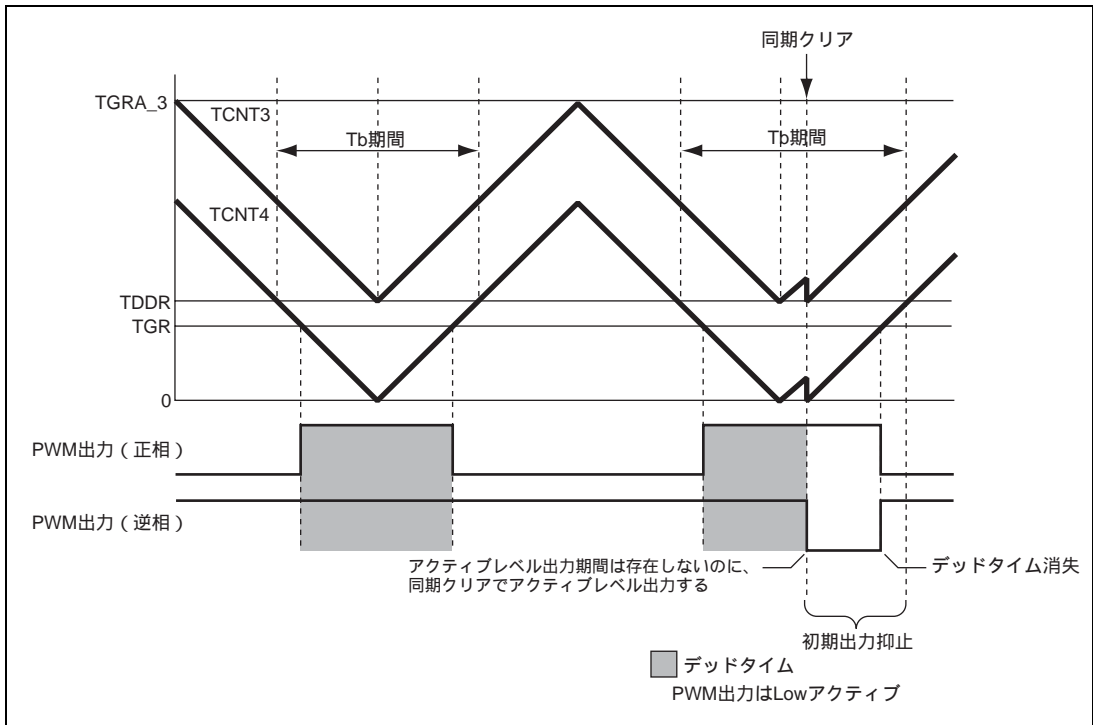

図 12.126 条件 (2) の同期クリア例
条件(2) 初期出力の抑止期間、にて、TGRB\_3 TDDR、TGRA\_4 TDDR、TGRB\_4 TDDR のいずれかが成立する状態で、同期クリアする(図 12.126)。